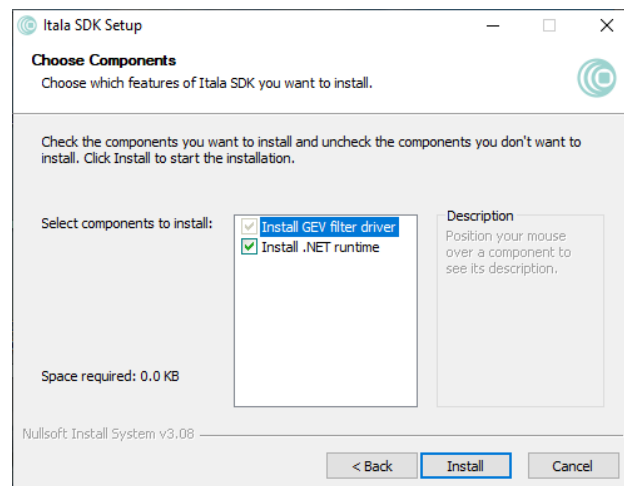

Figure 16: Finestra di selezione dei componenti.
5. Selezionare i componenti da installare (Fig. 16). In caso di installazione del solo filtro driver, il passo 6 può essere saltato.